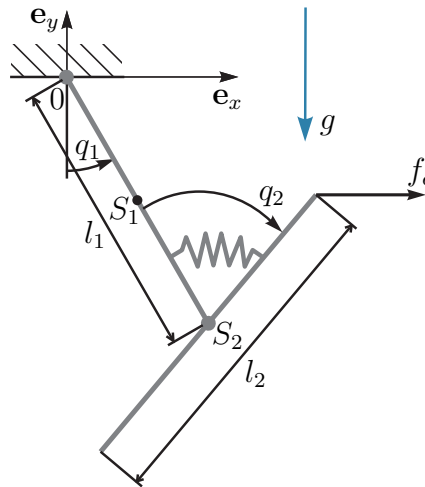

Abbildung 3: Mechanisches System.
3. Betrachten Sie das in Abbildung 3 dargestellte mechanische System. In weiterer Folge sollen die für eine Auswertung der Euler-Lagrange Gleichungen mit den generalisierten Koordinaten  $q_1$  und  $q_2$  benötigten Terme berechnet werden. 13 P.
- Stellen Sie die Ortsvektoren vom Ursprung 0 des in Abbildung 3 eingezeichneten Koordinatensystems zu den Schwerpunkten  $S_1$  und  $S_2$  der Pendelstäbe auf. Ermitteln Sie weiters die Schwerpunktschwindigkeiten. 2 P.